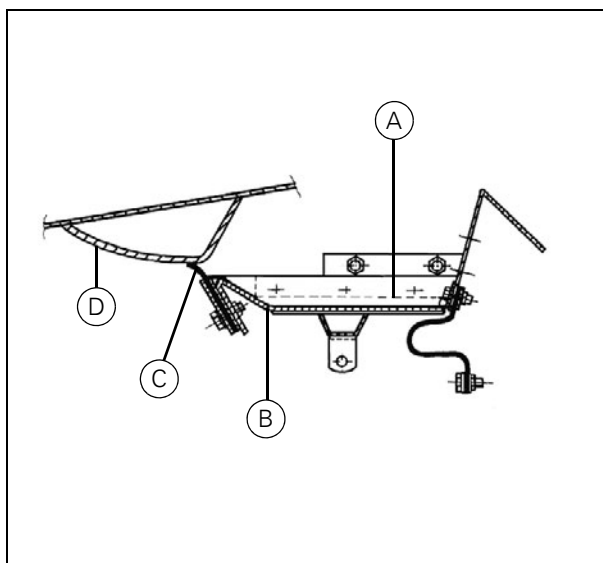

Рисунок 5
- Отрегулируйте положение боковых уплотнений (A) (Рис. 5) так, чтобы они плотно прилегали к днищу камнеуловителя (B).
- После установки приемного элеватора убедитесь, что передняя уплотнительная лента (C) плотно прилегает к днищу элеватора (D) (Рис. 5).